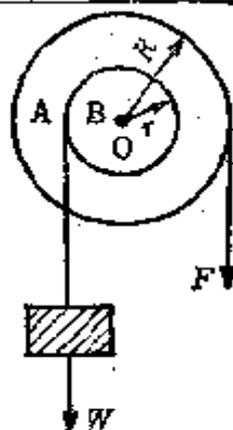

图 1.38 轮轴
**【解说】** 将半径不同的圆筒固定在同一轴上，这就是轮轴。绞车（装卸机械）也是应用这个原理的。众所周知，如图 1.38 中，物体重量  $W$  与力  $F$ ，是按照杠杆的原理而平衡的。
**【例题】** 在图 1.38 中， $D=40\text{cm}$ ， $d=10\text{cm}$ ，设物体重量为  $100\text{kgf}$ ，试求绳中拉力。
**【解答】** 将  $d=0.1\text{m}$ ， $D=0.4\text{m}$ ， $W=100\text{kgf}$  代入 (1) 式，得
**【例题】** 如图 1.38 所示， $R=150\text{mm}$ ， $r=50\text{mm}$ ，绳中拉力为  $15\text{kgf}$ ，试问能提升多么重的物体？
**【解答】** 将  $R=150\text{mm}$ ， $r=50\text{mm}$ ， $F=15\text{kgf}$  代入 (1) 式，得